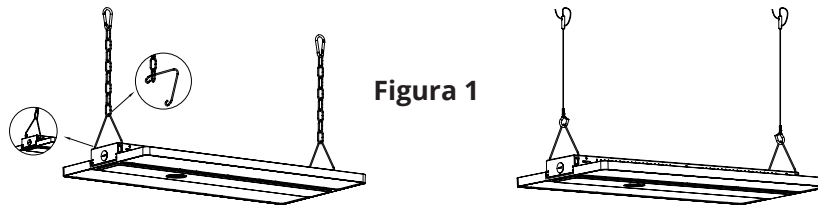

Figura 1
- Paso 1.** Enganche la cadena; (Figura 1)
- Paso 2.** Conecte la cadena con el artefacto; (Figura 1)
- Paso 3.** Fije la cadena en el riel, ajuste la longitud de la cadena según sea necesario; (Figura 1)